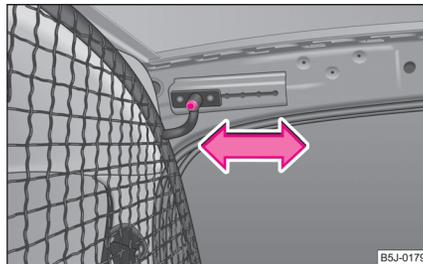
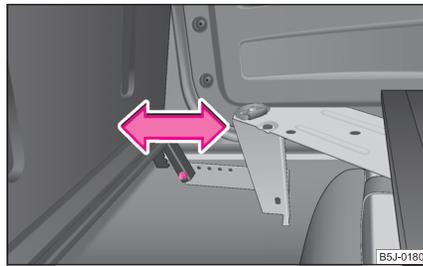

Fig. 200 Alojamiento superior del panel separador de seguridad
Fig. 201 Alojamiento inferior del panel separador de seguridad
- Destornillar a cada lado un tornillo en la parte superior de la carrocería ⇒ fig. 200 y uno en la parte inferior ⇒ fig. 201.